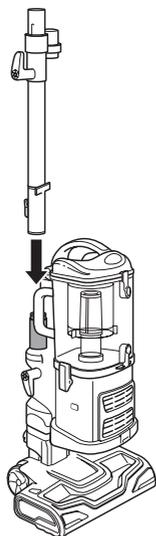

Fig. 9
- 3 Fixez l'extrémité du tube rallonge au tube à l'arrière du corps de l'aspirateur *Lift-AwayMC* jusqu'à ce qu'il soit bien enclenché. (Fig. 9)